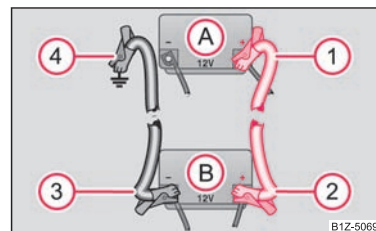

Abb. 183 Starthilfe mit der Batterie eines anderen Fahrzeugs: A - entladene Fahrzeugbatterie, B - stromgebende Batterie
- Befestigen Sie ein Ende ① → Seite 219, Abb. 183 am Pluspol der entladenen Batterie (A).
- Befestigen Sie das andere Ende ② am Pluspol der stromgebenden Batterie (B).